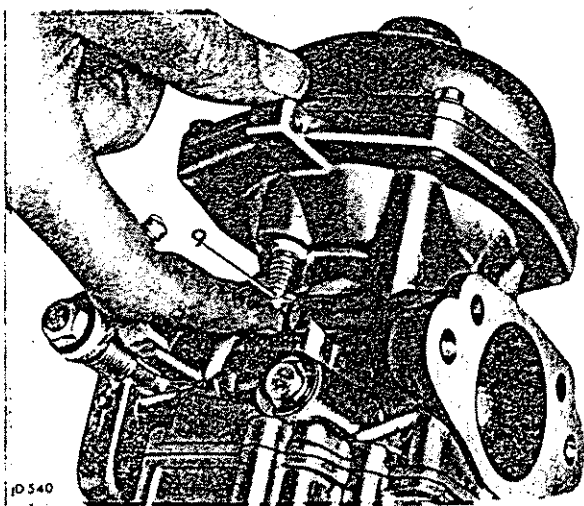

Abb. 17 Luftventil auf Bewegungsfreiheit mit gefedertem Stift (9) prüfen.
Die Leistungsfähigkeit des Vergasers hängt von dem sich frei beweglichen Luftventil und der richtig zentrierten Nadel in der Düsenöffnung ab. Das Luftventil kann auf Bewegungsfreiheit durch Abheben des Ventils mit dem gefederten Stift (9) geprüft werden. (Abb. 17). Wenn ein Ventil nicht richtig herunterfällt, deutet dies auf ein verklemmtes Ventil, eine versetzte Düse und/oder auf Berühren der Düsenöffnung durch die Nadel (29) hin. Zur Abhilfe das Ventil ausbauen und dasselbe nebst der Bohrung in Petroleum auswaschen, oder die Nadel mittig in die Düse einsetzen.